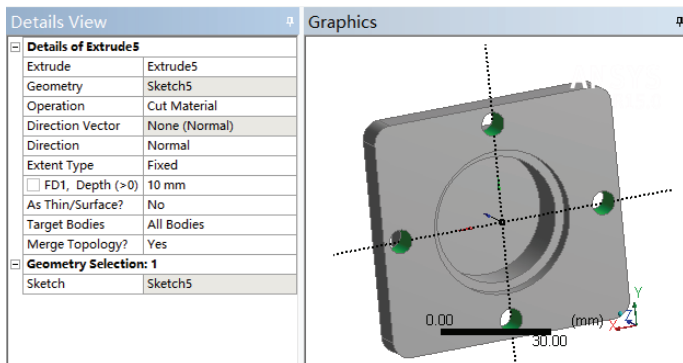

图 3-107 绘制 Extrude5 后得到的模型
- 6) 选择 Sketch1~Sketch5 对象，并单击右键，再选择 Hide Sketch，得到的图形如图 3-107 所示。